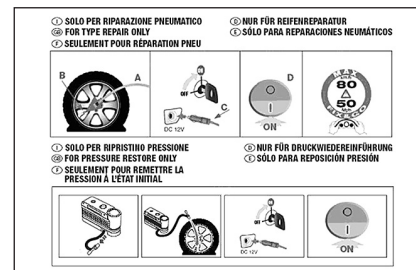

fig. 12
- ☐ pieghevole informativo (vedere **fig. 12**), utilizzato per un pronto uso corretto del kit di riparazione rapida e successivamente consegnato al personale che dovrà maneggiare il pneumatico trattato;